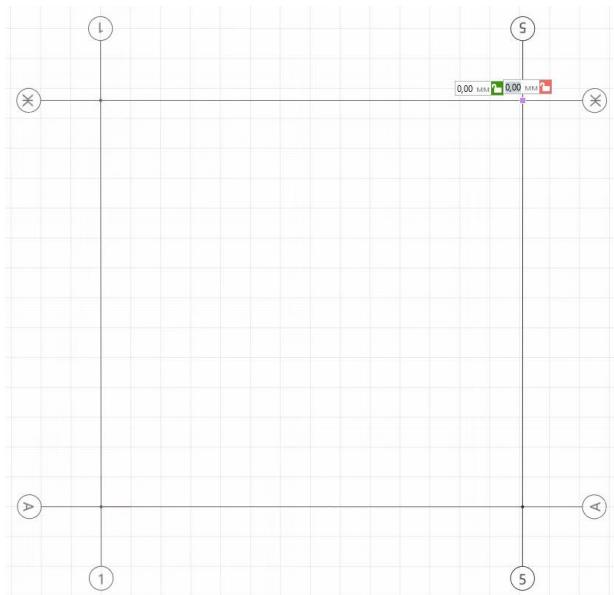

Рис. 14 Построение оси 5
8. Построим ось 5 параллельно оси 1 с помощью объектных привязок, указав точку на оси А и затем на оси Ж, как показано на рисунке (рис. 14).